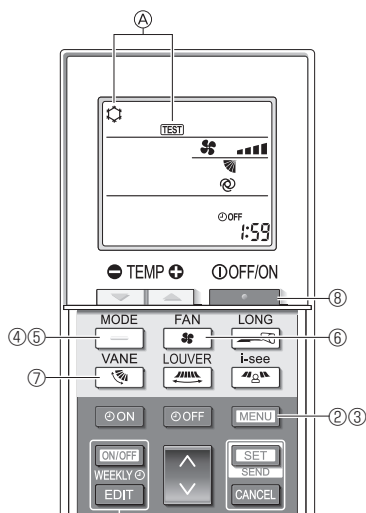

Fig. 8-5
- ① Active la unidad al menos 12 horas antes de realizar una prueba de funcionamiento.
- ② Pulse el botón **MENU** durante 5 segundos. (Fig. 8-5)
En pantalla se visualiza **A [TEST] (PRUEBA)** y el modo actual de funcionamiento. (Fig. 8-5)